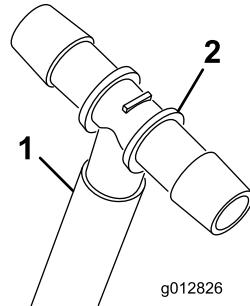

Figure 16
- A. Insérez un collier sur le flexible court puis insérez le raccord en T au bout du flexible (Figure 16).